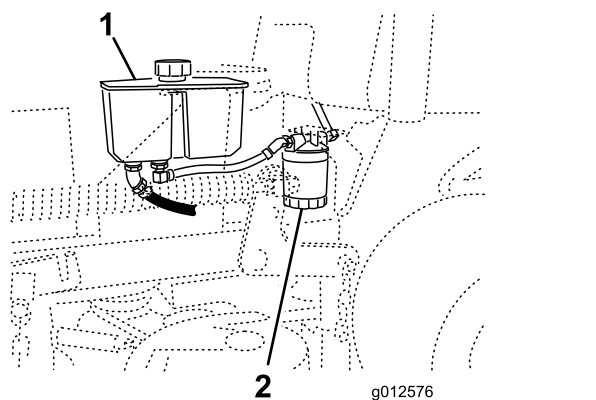

Figura 70
3. Localice el filtro y coloque un recipiente debajo del filtro (Figura 70).